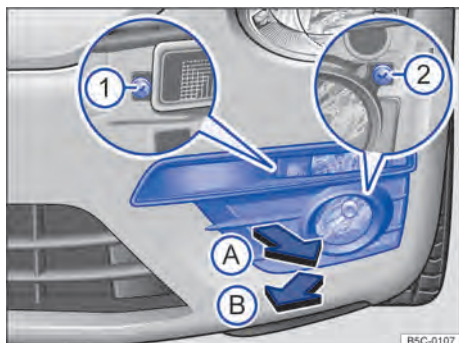
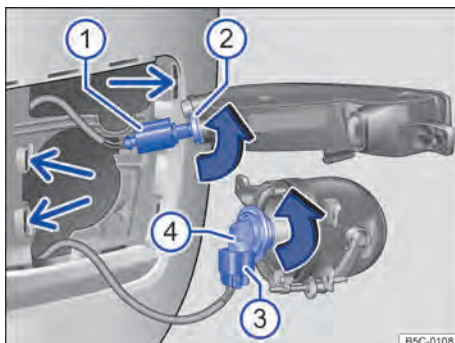

Fig. 181 No para-choque dianteiro à esquerda: desinstalar o farol.
Fig. 182 Substituir a lâmpada incandescente do farol.
Lanterna dianteira dos indicadores de direção ⇒ Fig. 182 ②	Farol de neblina / farol direcional ④
2.	Puxar a cobertura, começando de dentro, nas lamelas, para a frente até que as travas se soltem ⇒ Fig. 181 (seta A).
4.	Desaparafusar os parafusos de fixação ① e ② com a chave de fenda das ferramentas de bordo ⇒ Página 285.
5.	Rebater a lanterna um pouco para frente e retirar dos apoios laterais ⇒ Fig. 182 (seta pequena).
6.	Destruar e retirar o conector ①.	Destruar e retirar o conector ③.
7.	Girar o suporte da lâmpada ② no sentido da seta até o batente para a esquerda e retirar para trás com a lâmpada incandescente.	Girar o suporte da lâmpada ④ no sentido da seta até o batente para a esquerda e retirar para trás com a lâmpada incandescente.
10.	Encaixar o conector ① no suporte da lâmpada ②. O conector precisa encaixar audivelmente.	Encaixar o conector ③ no suporte da lâmpada ④. O conector precisa encaixar audivelmente.
11.	Encaixar a lanterna nos apoios ⇒ Fig. 182 (setas pequenas) e rebater para trás.
12.	Apertar os parafusos de fixação ⇒ Fig. 181 ① e ② com a chave de fenda.